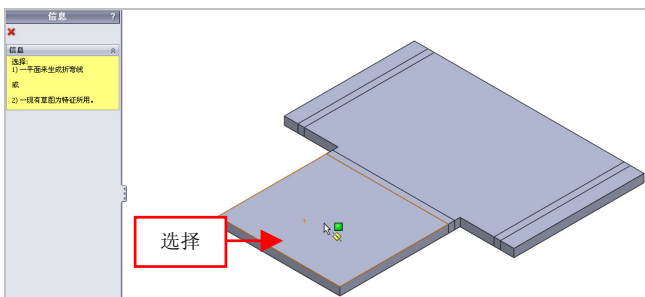

图 9-27 选择左侧上表面
(2) 在菜单栏中,单击【插入】|【钣金】|【转折】命令,弹出【信息】属性管理器,在绘图区中,选择左侧的上表面对象,如图 9-27 所示。